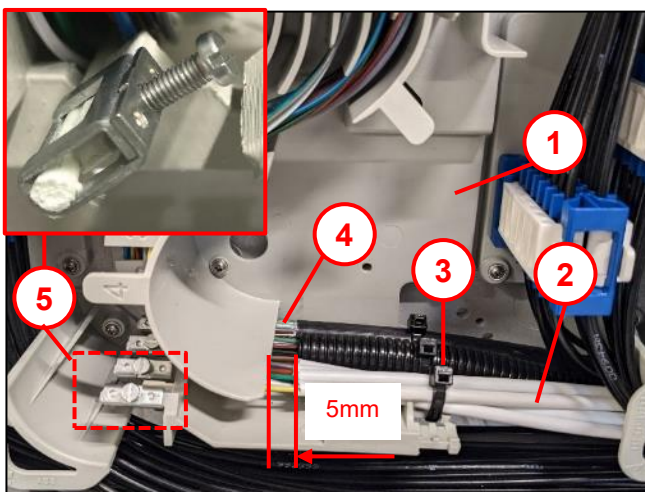

Abb. 26
Befestigung an der Kabelsortierung auf der Tür siehe Abb. 26.
- Zentralelement (3) auf 70mm absetzen.
**Beachten:** Alternative Zugabfangung auf der Türseite, siehe Abb. 26.
- Bündeladern (4) je nach Vorgabe absetzen.
1. Schutzschläuche (2) absetzen.